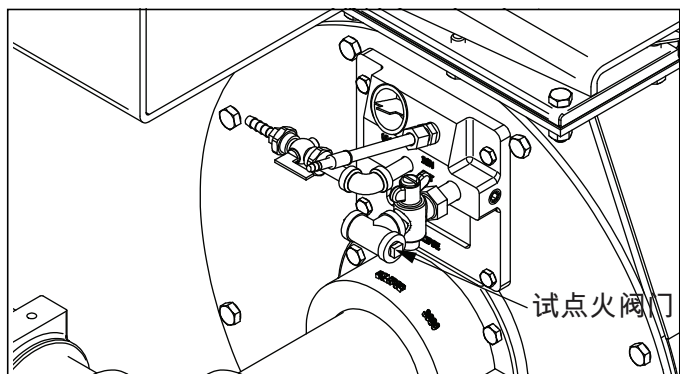

图 4.18. 试点火阀门调整
- 沿逆时针方向转动内部螺丝（图 4.18）以增加流量，沿顺时针方向转动以减少流量，使试点火装置可靠点火，以最小的试点火燃气流量获得稳定的火焰信号。